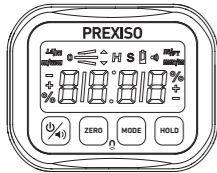

FIGURA 1
A. Apague el equipo. Coloque el equipo sobre una superficie sólida plana y lisa. (FIGURA 1).